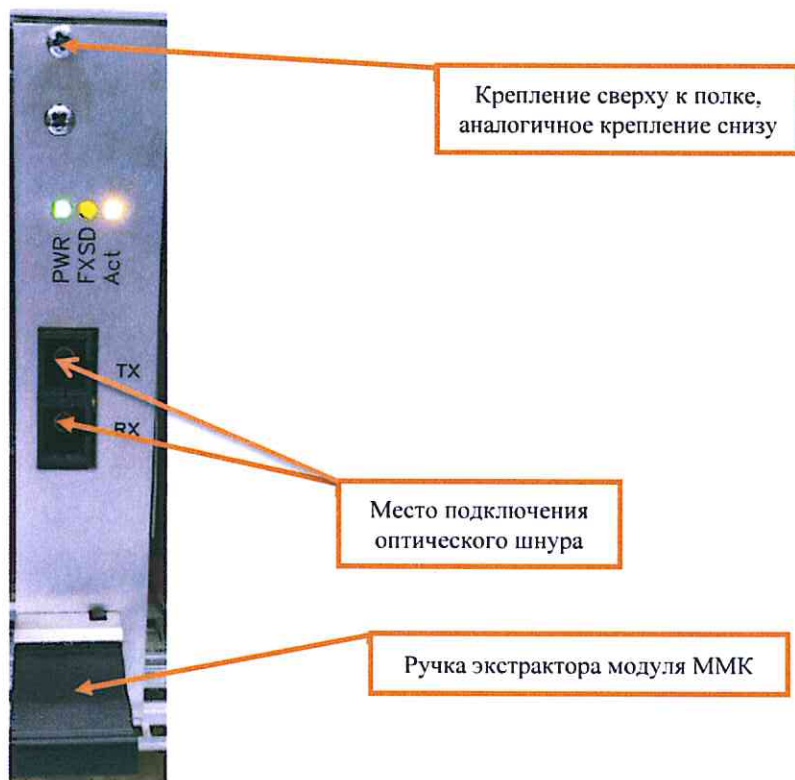

Рисунок 23. Место подключения оптического шнура.
7.6.3 Отсоединить оптические шнуры, подключенные к заменяемому модулю ММК (Рисунок 23).
7.6.4 Отвернуть крестовой отверткой невыпадающие винты крепления в верхней и нижней части лицевой панели модуля ММК (Рисунок 23).
7.6.5 Нажать на ручку экстрактора модуля ММК (Рисунок 23).